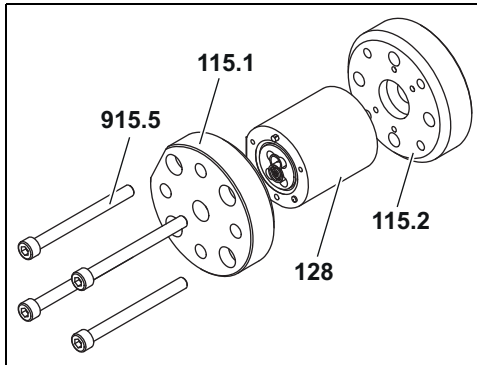

Abb. 1
1. Zylinderschrauben **915.5** entfernen, Flansche **115.1** und **115.2** abnehmen, siehe Abb. 1, Seite 31.